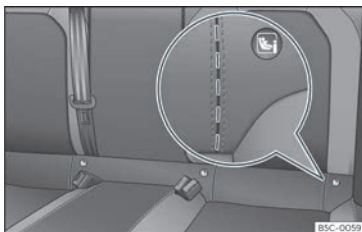

Fig. 31 Asento traseiro: Rañuras troqueladas para acceder aos aneis de fixación ISOFIX/i-Size.
gúns vehículos, os aneis van fixados ao armazón do asento e noutros, ao piso posterior. Os aneis “ISOFIX” están situados entre o respaldo e o coxín do asento traseiro >>> **fig. 31**. Os aneis Top Tether están situados na zona posterior dos respaldos posteriores
- Proceda previamente á apertura manual da parte acuñada situada detrás das ranhuras marcadas para ter acceso ás argolas de suxeición»» **fig. 31**.